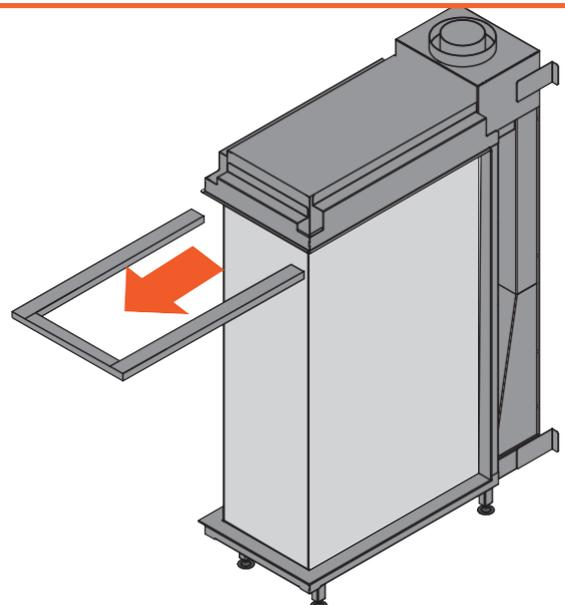

Fig. 9.3 Démontage de l'habillage supérieur
- Retirez l'habillage supérieur (figure 9.3).